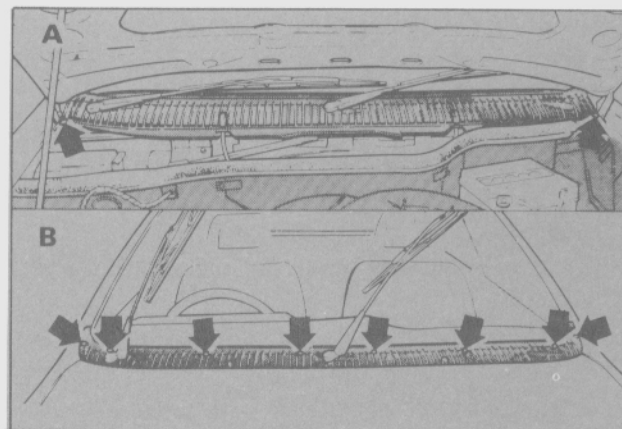

Fig. 45 - Montaje de la rejilla exterior del torpedó.
- Abrir el capó. Desconectar las mangueras de suministro del lavaparabrisas. Retirar los dos tornillos ubicados en cada extremo de la rejilla. Cerrar el capó (Fig. 45).
- Ubicar correctamente la rejilla en sus puntos de retención. Colocar los 8 tornillos plásticos de sujeción, ajustarlos convenientemente e instalar las tapas de acceso (Fig. 45).